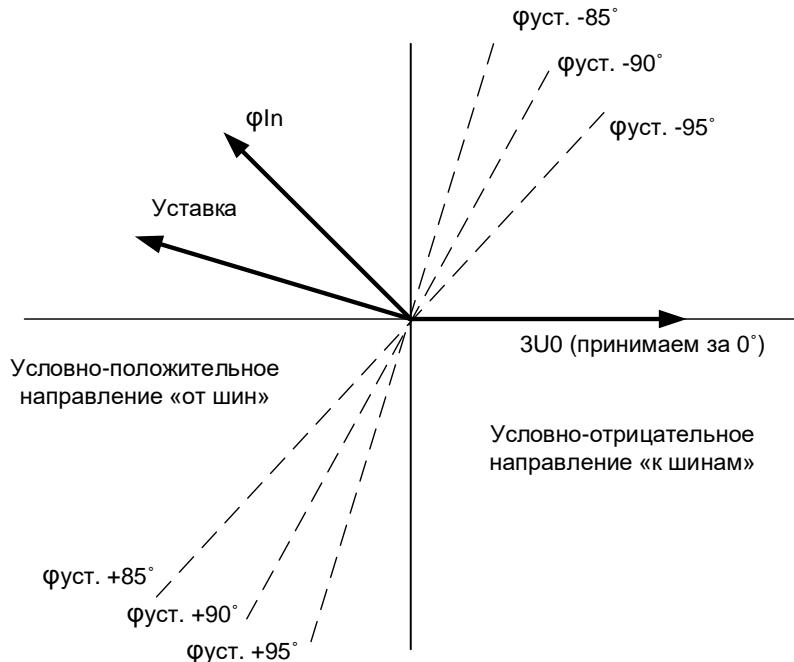

Рисунок 3.1 – Векторная диаграмма определения направления мощности
4. Определяет направление мощности. Для определения направления мощности при аварийных замыканиях на землю осуществляется измерение угла фазового сдвига между измеренным напряжением 3U0 и первой гармоникой тока нулевой последовательности In. Измеренное значение угла сравнивается с уставкой в момент срабатывания одной из ступеней индикации: In, In5, 3U0 (рисунок 3.1). На рисунке 3.1 показана ширина сектора срабатывания 180 град. При необходимости она может быть увеличена, и составлять 210 ... 260 град.